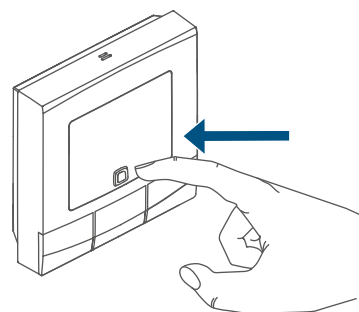

Figure 6
- Sélectionnez le point de menu « Procéder à l'apprentissage de l'appareil » (voir Figure 6).
- Ouvrez, le cas échéant, le compartiment à piles (G) en retirant le support mural au moyen d'un tournevis plat (→v. figure).
- i** Vous pouvez relancer manuellement le mode d'apprentissage pour 3 autres minutes en appuyant brièvement sur la touche système (C).